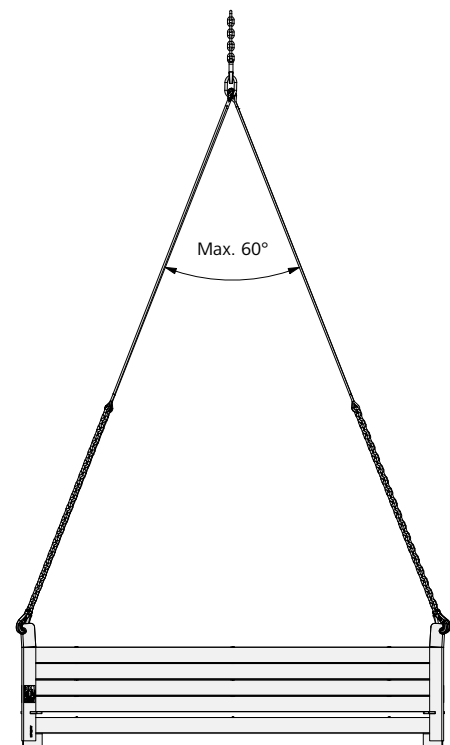

Abb. 82.4
- Der Spreizwinkel am Krangelänge darf 60° nicht überschreiten (Abb. 82.4).